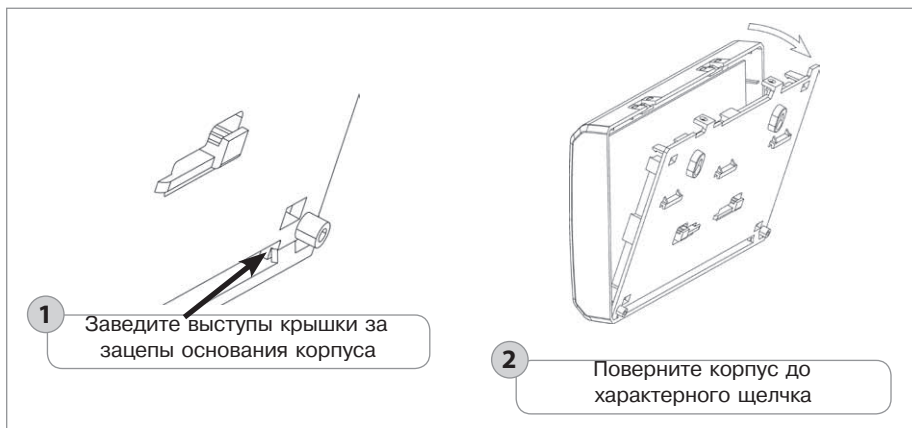

Рисунок 19. Установка крышки прибора «Сигнал-20П SMD»
- 2.5. Установите крышку прибора в порядке, указанном на рис. 19.